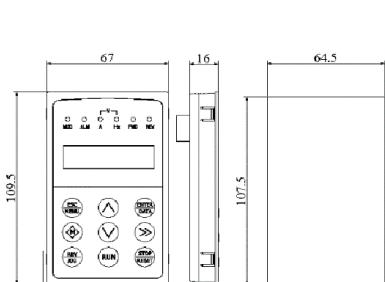

Рис. 2-7 Внешние габариты.
- Пульт управления EN-LCD2 не требует держателя пульта. Установочные размеры пульта см. на рис.2-7.